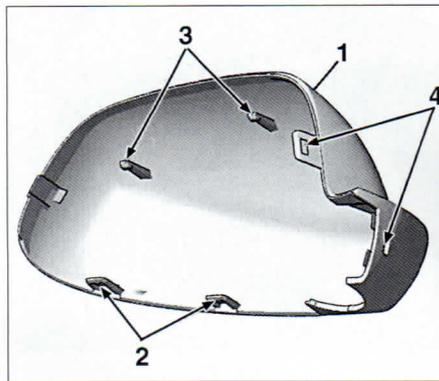
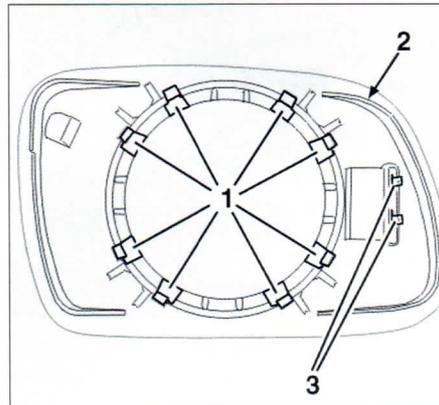

FIG. 28
FIG. 29
- con un útil plano, desengajar delicadamente la carcasa (1) en el orden (2, 3 y 4) (fig. 28).
- separar y desmontar la carcasa del retrovisor (1).
- Con un útil plano, desengajar las pestañas (1) de fijación de la luna del retrovisor (2) (fig. 29). Separar la luna del retrovisor (2). Desconectar las conexiones eléctricas (3).